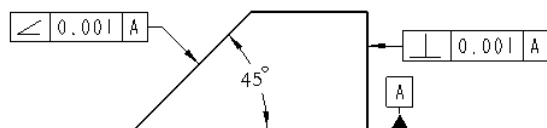

图 5.6.27 标注“垂直度”
Step7. 单击 **确定** 按钮 (或单击中键), 完成“垂直度”的添加, 结果如图 5.6.27 所示。